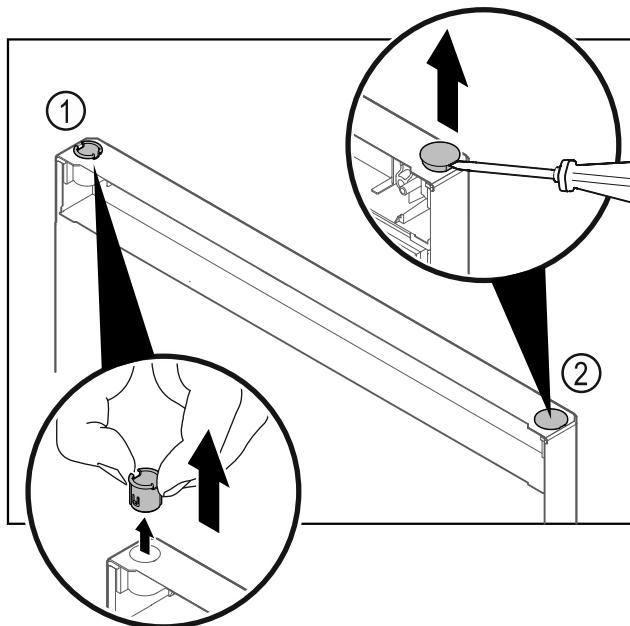

Fig. 40 Врата на фризерната част
- ▶ Издеглете с пръсти втулката на пантата Fig. 40 (1).
- ▶ С плоска отвертка внимателно повдигнете покриващата тапа Fig. 40 (2) и я извадете.